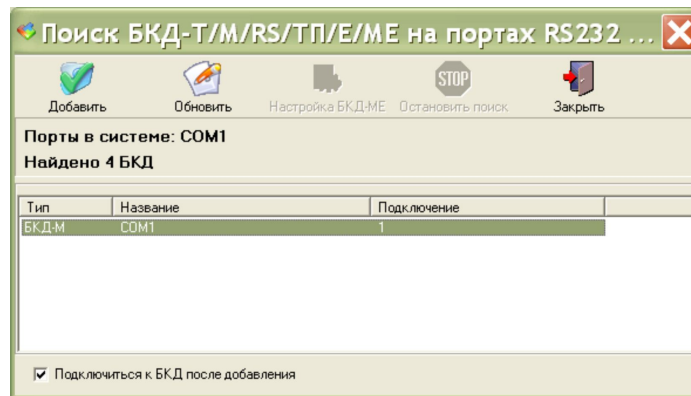

Рисунок 9 - Поиск мастер-устройства
3) Выполнить поиск БКД-М (рисунок 9).